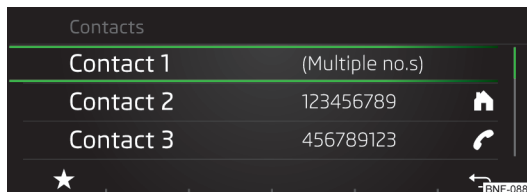

Fig. 113
- ▶ Pulsando la tecla de función » **fig. 113** se muestra un menú para guardar los contactos preferidos » **pág. 91, Contactos preferidos (Favoritos).**